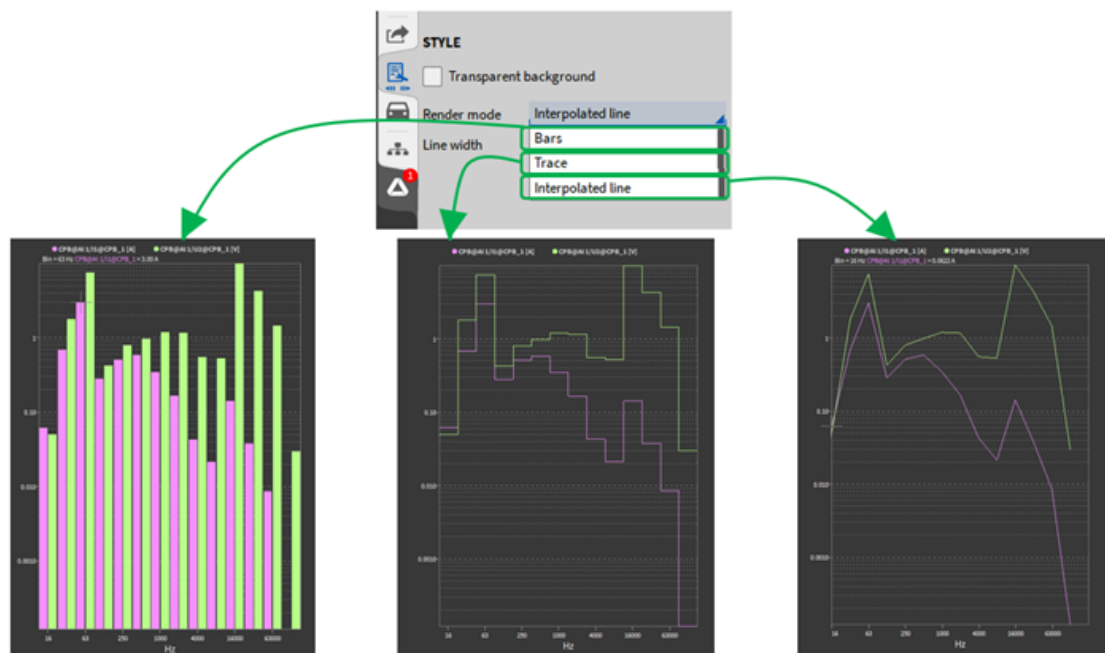

Abb. 8.48: Array chart instrument - Balken, Linien und interpolierte Linie
- Stil: Es kann ein transparenter oder nicht transparenter Hintergrund gewählt werden. Beim Anzeigemodus kann zwischen Balken oder Linien gewählt werden (siehe Abb. 8.48).